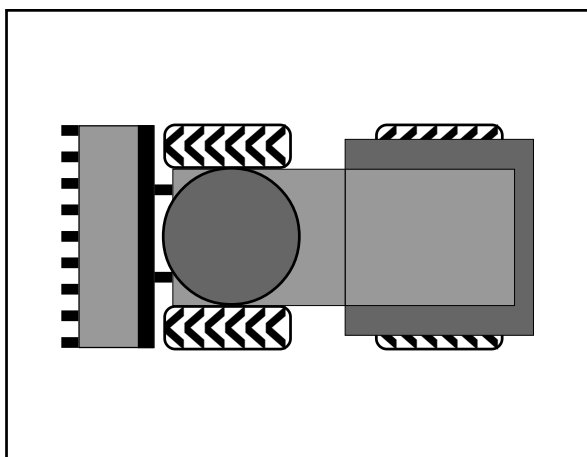

Bild 4-4
- Alle vier Räder müssen gleich groß sein und die gleiche PR-Zahl haben (Ply-Rating-Zahl = Anzahl der Gewebelagen). Laufrichtung, falls vorhanden, siehe Bild 4-4.
(14) Radmutter von Hand aufschrauben.
(15) Vorder-/Hinterachse mittels Wagenheber wieder ablassen.
(16) Radmutter mit Drehmomentschlüssel (600 Nm) anziehen.